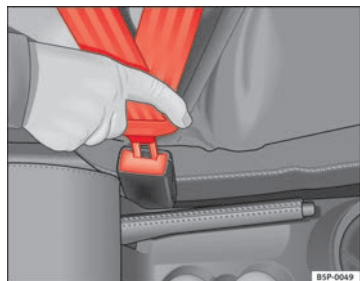

Fig. 11 Blocchetto di aggancio e linguetta della cintura di sicurezza
- Inserire la linguetta della cintura nel bloccetto di aggancio del sedile corrispondente facendole effettuare lo scatto d'innesto ⇒ fig. 11.